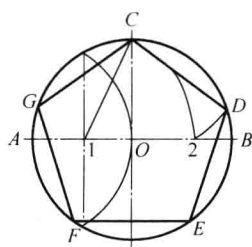

图 1-3 正五边形画法
(2) 五、十等分圆周 如图 1-3 所示, 平分圆的半径 OA , 得中点 1, 以 1 为圆心, 以 $1C$ 为半径, 画弧交 OB 于 2 点, 用 $C2$ 为半径画弧量取, 得圆周上的各等分点 (C 、 D 、 E 、 F 、 G)——五等分完成 (图中还画出了圆的内接正五边形)。